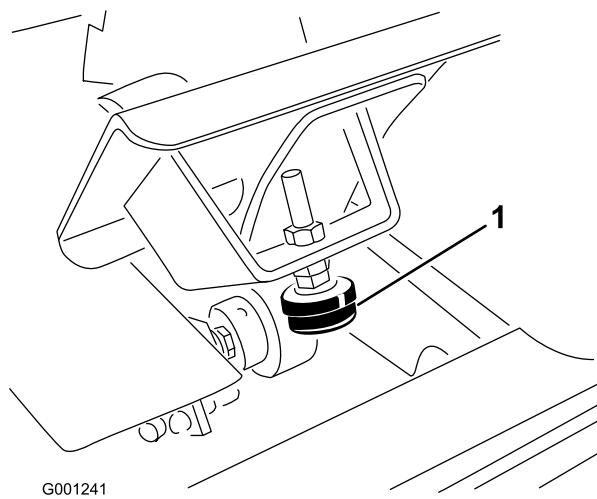

Figura 67
1. Verifique o ajuste do batente do pedal de tracção. O batente do pedal (Figura 67) deve tocar ligeiramente na estrutura antes da bomba atingir o seu curso máximo.